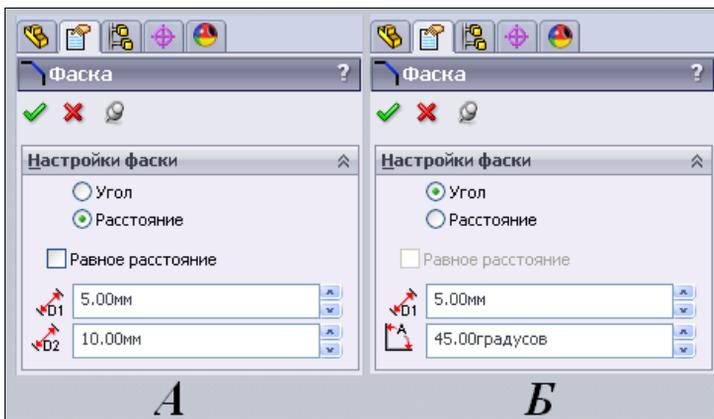

Рис. 1.40
Теперь давайте добавим в эскиз фаски. Для этого нажмите в инструментальной панели **Эскиз** кнопку  — **Фаска**. В Менеджере свойств появится диалоговое окно **Фаска**, в котором имеется вкладка **Настройки фаски** (рис. 1.40).
- ◆ Если вы хотите сделать фаску с разными расстояниями, тогда необходимо сделать активным режим **Расстояние**, снять флажок **Равное расстояние** и ниже в двух окнах задать расстояния по горизонтали и вертикали соответственно. Катеты фаски в этом случае будут неодинаковыми (рис. 1.40, А).
- ◆ Если вы хотите задать фаску с помощью угла, тогда необходимо сделать активным режим **Угол** и ниже в двух окнах задать размер одного из катетов и угол наклона фаски (рис. 1.40, Б).